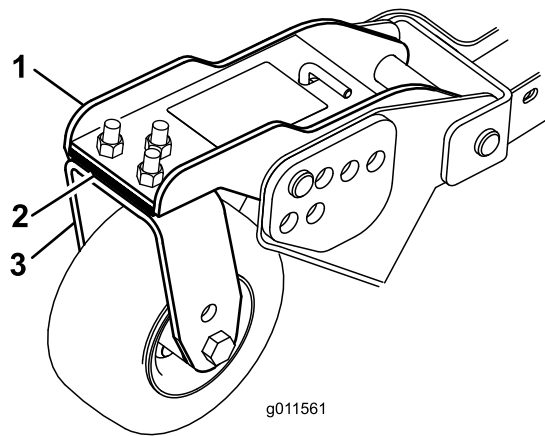

Bild 31
Drehen Sie die Schnittmesser jeder Spindel, bis die Enden nach vorne und hinten gerichtet sind. Messen Sie die Entfernung vom Boden bis zur vorderen Spitze der Schnittkante. Stellen Sie die 3-mm-Beilagscheiben an den vorderen Laufradgabeln auf die entsprechende Schnitthöhe auf der Skala ein (Bild 31). Weitere Informationen zur äußeren Spindel finden Sie unter Einstellen der Mähwerkneigung \(Seite 74\).
3. Wenn die innere Schnittkante des Seitmäherwerks im Verhältnis zur äußeren Kante des Frontmäherwerks zu hoch ist, entfernen Sie eine 3-mm-Beilagscheibe von der Unterseite des vorderen inneren Laufradarms am Seitmäherwerk (Bild 31). Prüfen Sie den Wert zwischen den äußeren Kanten beider Seitmäherwerke sowie der inneren Kante des seitlichen Mähwerks und der äußeren Kante des Frontmäherwerks.